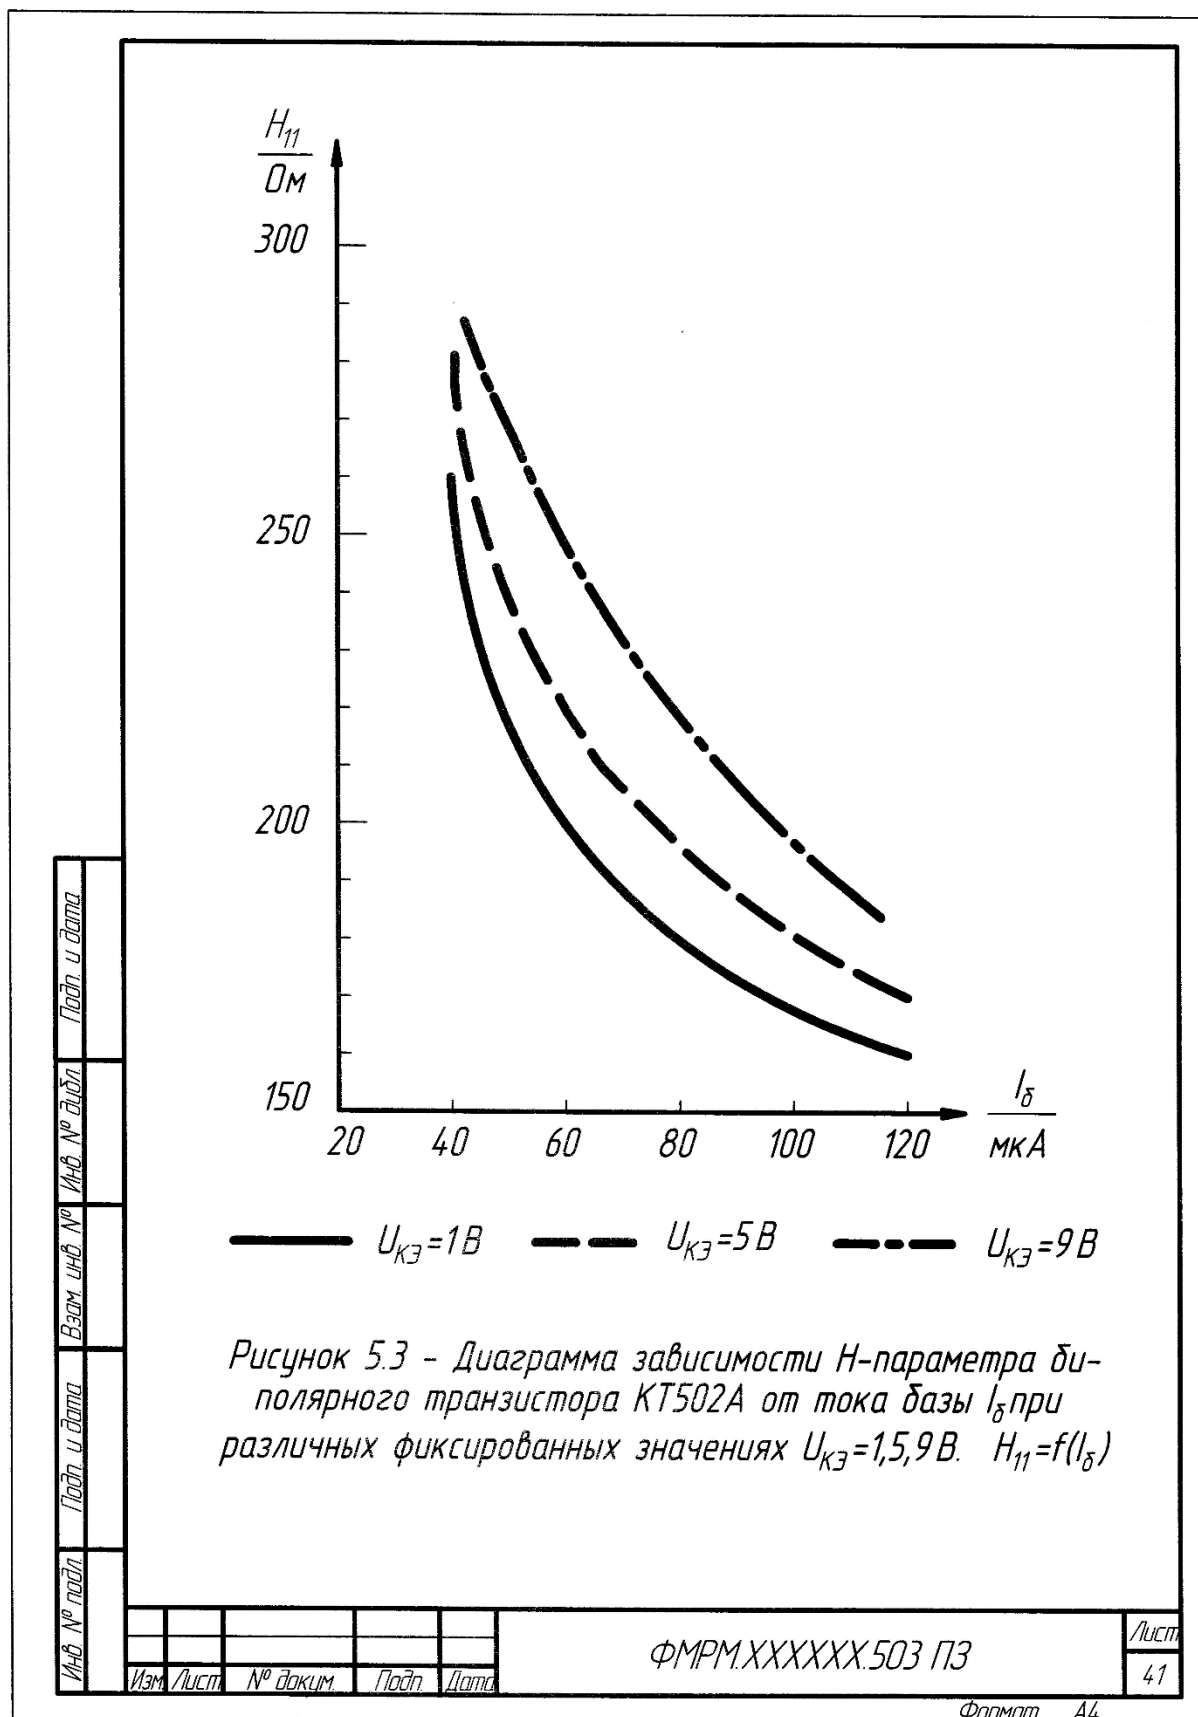

Рисунок 1 - Образец выполнения и оформления задания «Диаграммы функциональных зависимостей»
**Оформление.** Задание выполнить на листе формата А4. Диаграмму оформить как рисунок в пояснительной записке: *текстовый конструкторский документ, последующий лист, рамка, основная надпись по форме 3*. Образец выполнения и оформления диаграммы, заполнение основной надписи представлены на рис. 1.